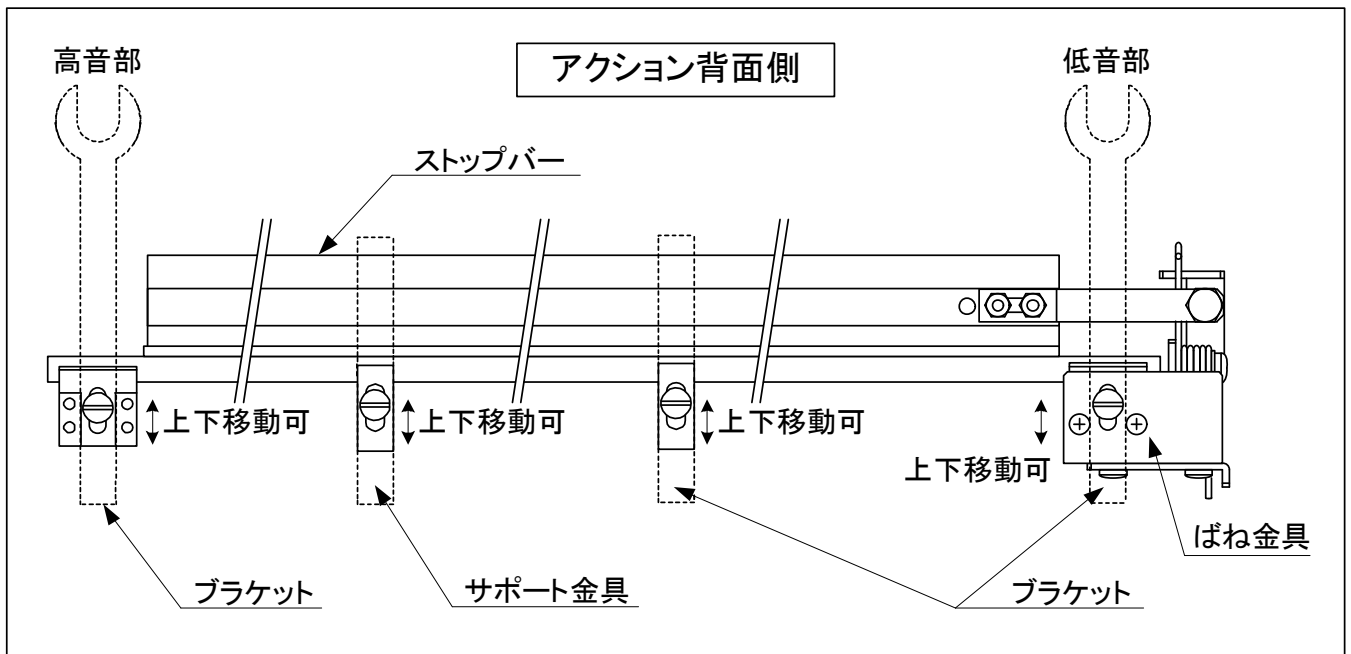

図3.2-1 ストップバーの取り付け
- (1) アクションをピアノから取り外す。
- (2) アクションよりダンパーストップレールを取り外す。
- (3) 次高音部の固定金具を付属のサポート金具に交換する。既存のネジで取り付けられない場合は付属のM4×30mm、スプリングワッシャー、M4ナットに交換する。
- (4) ダンパーストップレールの位置へ図3.2-1の様に、(2)で外したネジを使用してストップバーのコマ(大)、コマおよびばね金具を仮止めする。既存のネジで取り付けられない場合は、付属のM4×50mmやM4ナットと交換する。